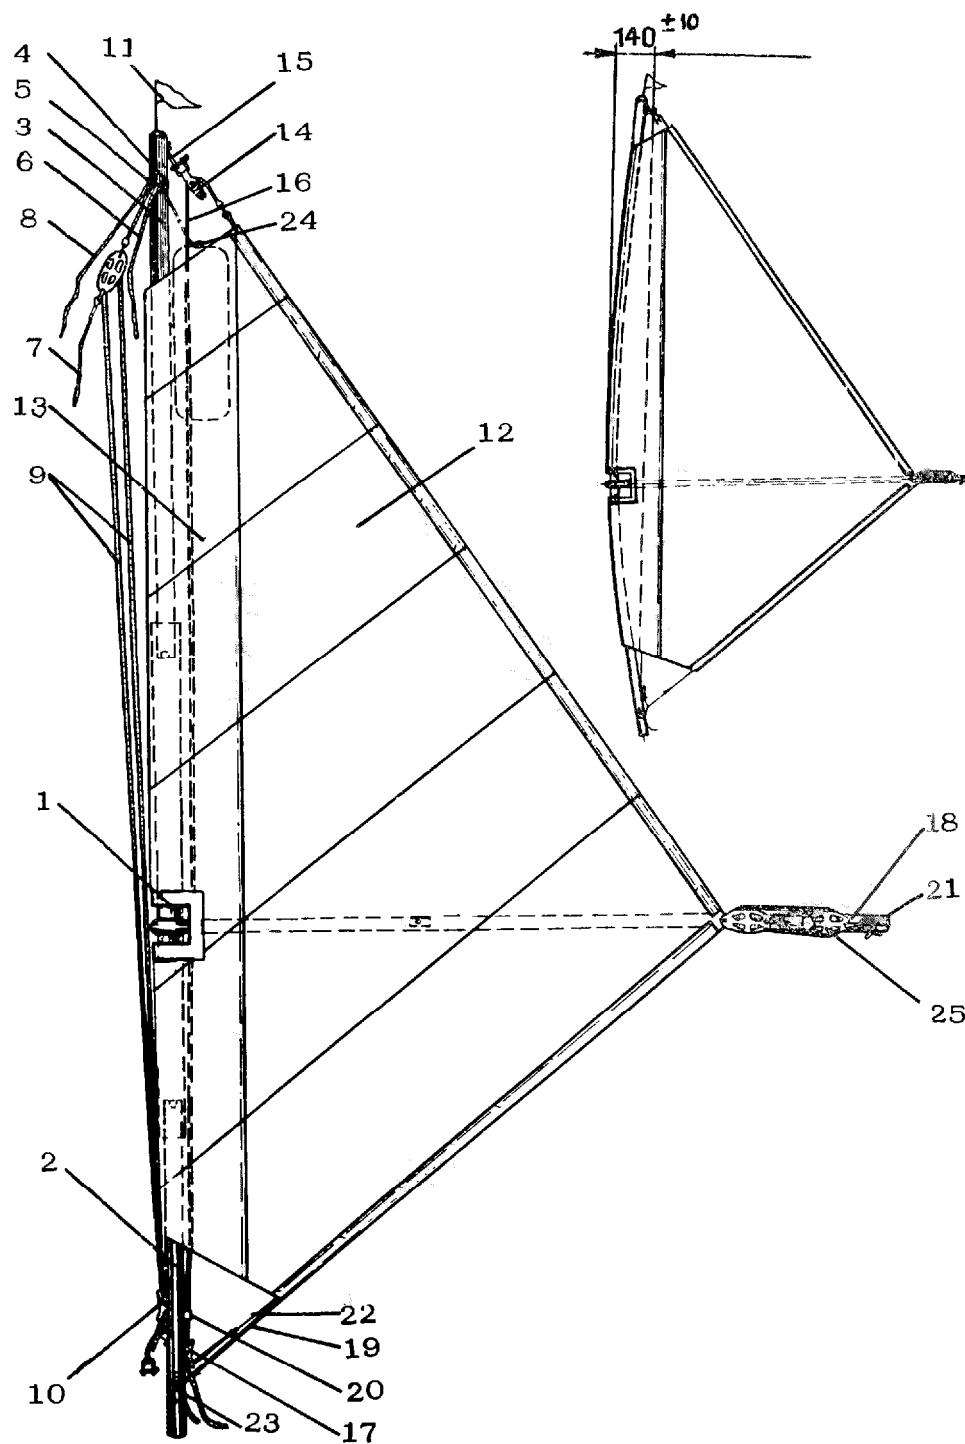

Рис. 5. Мачта с гротом и гиком.
Главный парус-грот 7 типа "Стриж" треугольной формы шит из специальной парусной ткани. Все углы усилены дополнительными накладками ткани. В передней части паруса имеется большой карман, которым парус одевается на мачту. Внутри задней и нижней шкаторин продеты стальные тросы. В верхней части кармана расположена надувная емкость 24 (рис. 5), препятствующая погружению мачты в воду в случае опрокидывания катамарана.
13. Сборка и установка мачты и настройка грота., рис. 5. Возьмите среднюю часть мачты 1 и состыкуйте ее с нижней 2 и верхней 3 частями. Доставайте грот 12 и расстелите его на ровной поверхности. Возьмите мачту и нижним концом (степсом) вставьте ее в передний карман 13 грота через фаловый верхний угол. Закрепите блок 14 подъема паруса на узле 15, расположенном на верхней части мачты, и зафиксируйте фал 16, выходящий из нижней части переднего кармана, на стопоре 20 и утке 17. Соберите гик 18. Для этого состыкуйте переднюю и заднюю части гика. Вставьте вилку гика в вырез на переднем кармане паруса с правой стороны. Прикрепите шкотовый угол паруса с находящимся
Разберите ванты на правую и левую и оденьте нижние кольца на узлы крепления вант, находящиеся на концах третьей поперечной балки. Установите мачту вертикально и закрепите штаг-путенс на узле, расположенном на переднем конце продольной балки. Фаловыми вставками 28 (рис. 2) на вантах и штаг-путенсом отрегулируйте вертикальность мачты в продольной и поперечных плоскостях и создайте натяжение вант, приложив к концу фаловой вставки усилие 25^{+5} кгс. Закрепите один блок гика-шкота 12 (рис. 2) на скобе 21 (рис. 5), а другой блок на скобе 15 (рис. 3, см. узел II рис. 2), расположенной на пятой поперечной балке. Свободный конец гика-шкота опустите в кокпит.